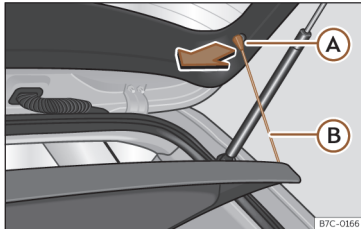

Fig. 115 În portbagaj: demontarea și montarea copertinei.
- Detașați chingile»» fig. 115 (B) din cârlige (A).
- Prindeți chingile»» fig. 115 (B) de hayon.